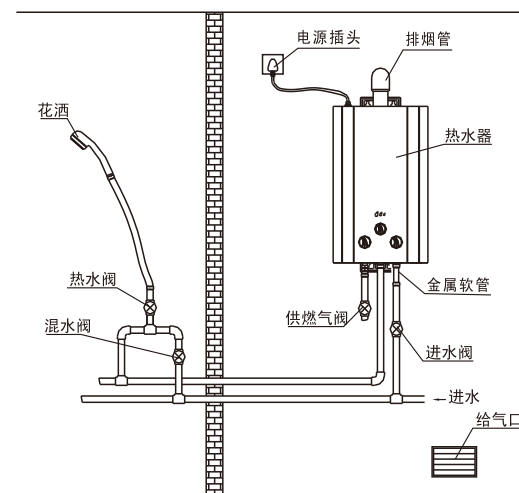

图3
- 1 将随机金属软管、密封垫分别与热水器及管路连接，如图3所示。拧紧即可，避免大力造成水管破裂。